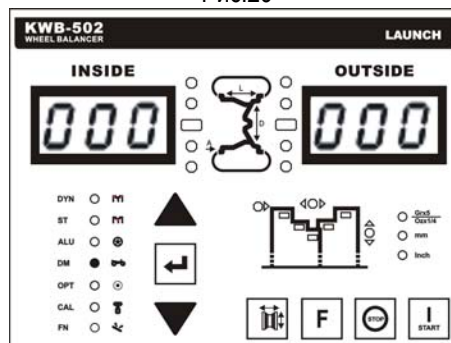

Рис.30
Кнопками [↑] и [↓] выберите режим "Динамическая балансировка колес мотоцикла" (DM), и нажмите [OK] (см. рис.30). Установите держатель колеса (опционально).